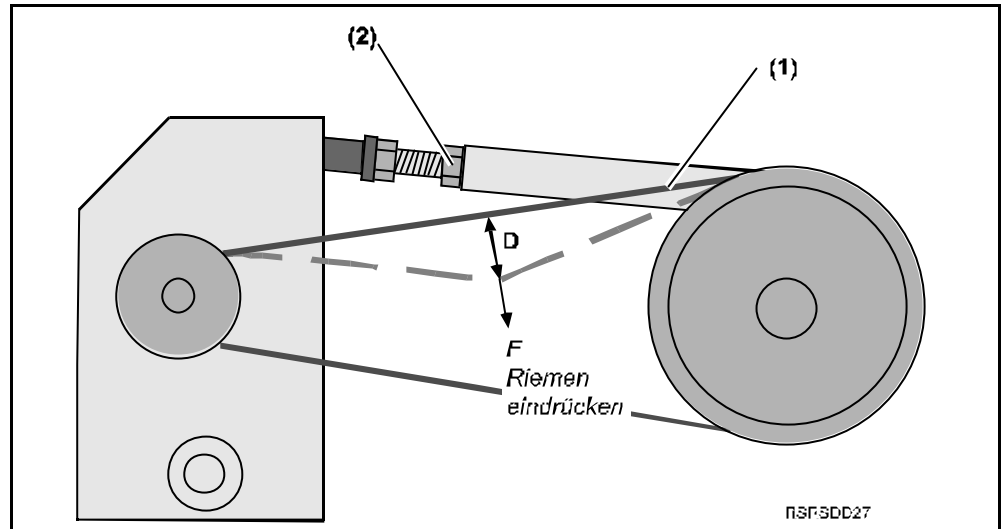

Abb. 7.5: Spannung eines Flachriemens prüfen (Prinzip)
- Spannmutter **(2)** soweit lösen, bis Sie den Flachriemen **(1)** von den Riemenscheiben abnehmen können (siehe Abb. 7.5).
- Mit der Spannmutter **(2)** den Flachriemen **(1)** spannen, bis die Durchbiegung (D) kleiner als 5 mm ist.